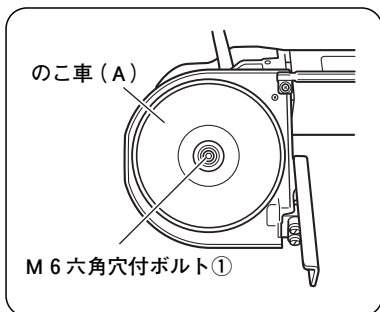

図 13
- (1) M 6 六角穴付ボルト①をゆるめ、のこ車 (A) を取りはずします。(図 13)